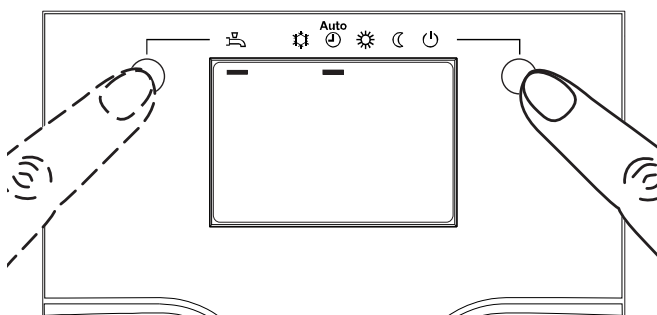

fig. 5 - Sélection du régime de chauffe AUTO et puis du régime ECS (eau chaude sanitaire)
- Sélectionner le régime de chauffe "AUTO" (fig. 5).
- Sélectionner le régime ECS (fig. 5).